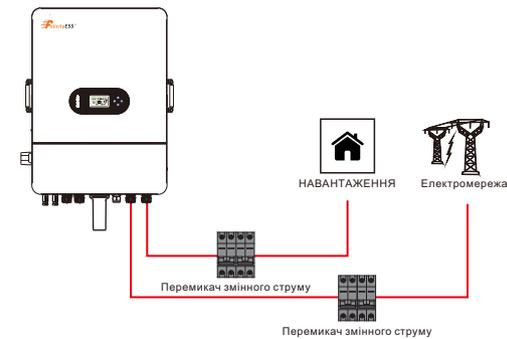

Рис. 4.3-2 Підключення перемикача змінного струму
1. З боку змінного струму окремий вимикач повинен підключатися між інвертором і мережею, а також навантаженнями. Див. рис. 4.3-2.